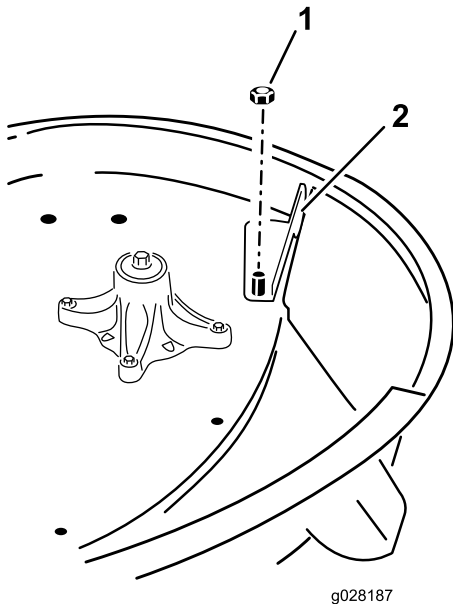

Figure 1
4. Retirez le contre-écrou (3/8") qui fixe la tige de maintien de l'éjecteur au plateau de coupe (Figure 1).
5. Si le déflecteur d'ouverture est monté sur le plateau, déposez le déflecteur d'ouverture (Figure 1). Conservez les pièces afin de pouvoir repasser à l'éjection latérale.